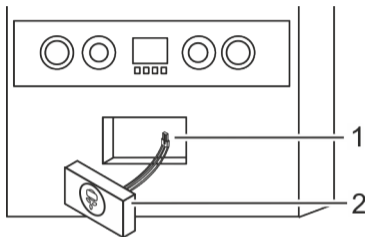

Fig. 9: Montage de l'actionneur (récepteur)
4. Installer l'actionneur monté (récepteur) (Fig. 9/1) dans le ballon d'eau chaude.